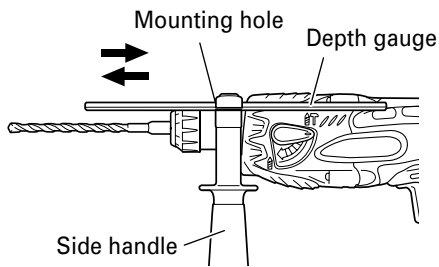

Fig. 22
6. Using depth gauge (Fig. 22)